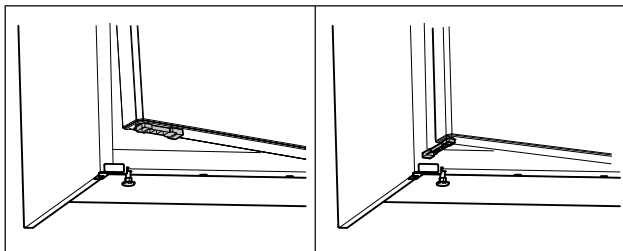

Fig. 72 \*
- ▶ Завъртете ограничителя за отваряне на вратата на 90°. (виж Fig. 72) \*